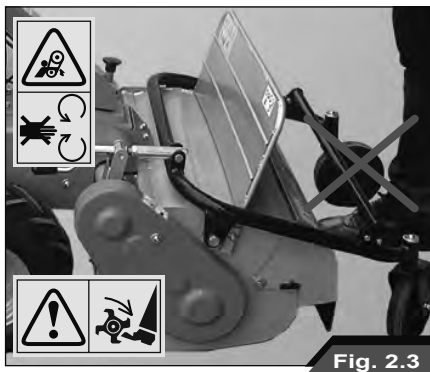

Fig. 2.3
- Prima di avviare la macchina accertatevi sempre che non ci sia nessuno vicino al rotore lame (Fig. 2.3). Durante l'utilizzo del trinciasarmenti assicuratevi che non vi siano persone entro un arco di 10 m. Quando si lavora in un'area piena di pietre od altri ostacoli, cercate di rimuoverne il maggior numero possibile prima di iniziare il taglio. Nonostante le protezioni di sicurezza esiste il pericolo che sassi od altri oggetti impropri vengano proiettati verso l'operatore o altre persone nelle vicinanze.